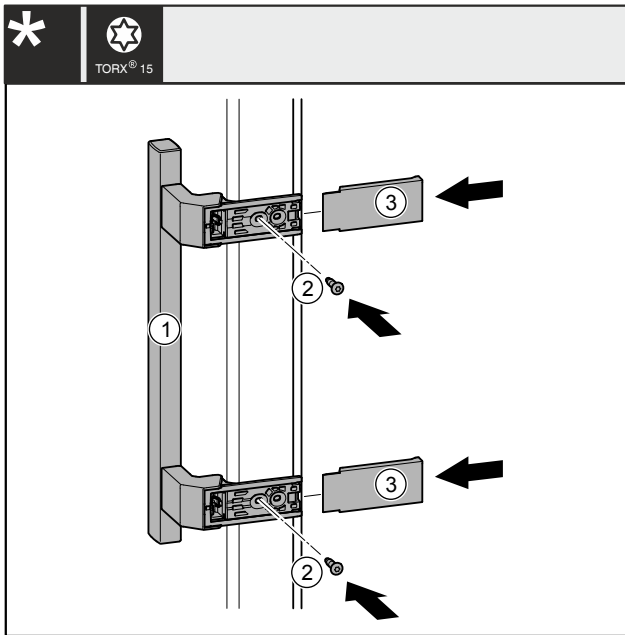

Fig. 36
- Placer la poignée Fig. 36 (1) du côté opposé.
- Serrer les vis Fig. 36 (2) avec un tournevis.
- Placer les caches Fig. 36 (3) sur le côté et les faire glisser afin de les enclencher.